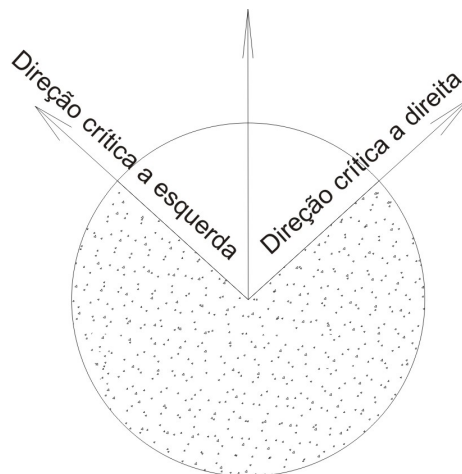

Figura 9
1- Ajuste o transmissor (TX) e o receptor (RX) no mesmo nível vertical. Em seguida gira o RX lentamente para a esquerda até ativar o alarme (Buzzer). Faça o mesmo para a direita, determinando assim as posições críticas de cada um, de acordo com a Figura 9. Por fim, posicione o RX na posição central, em relação as posições críticas. Os sensores encontram-se alinhados quando o LED estiver apagado e o buzzer não emitir nenhum som.